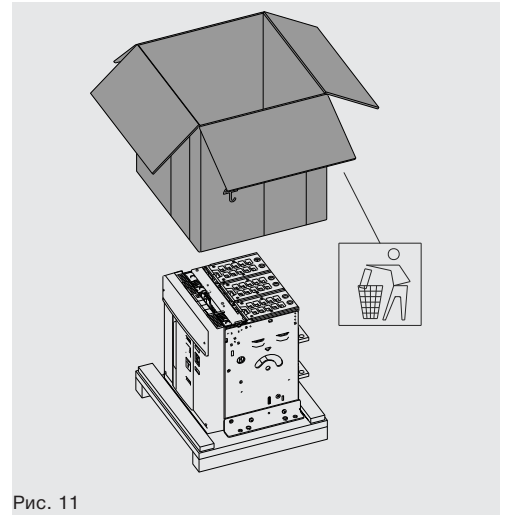

Рис. 11
4. Снять упаковочную коробку, подняв ее вверх. см. Рис. 11.